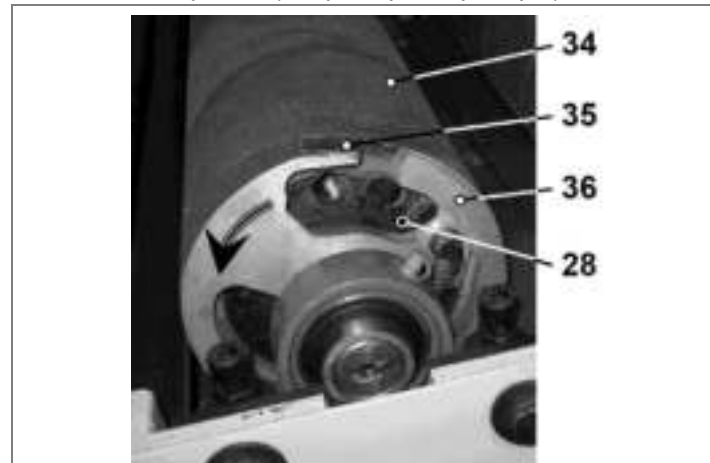

Рис. 11
10.3. Замена, установка и натяжение шлифовальной ленты (Рис. 11; 12)
10.3.6. Для надёжного удержания конец шлифовальной ленты (34) загните, установите и закрепите клипсом (35). Длину подгиба определите по снятой шлифовальной ленте. Как показано на Рис.11, удерживая барабан (28) и преодолевая усилие пружины, поверните фланец (36) в направлении стрелки. Удерживая смещение фланца (36) относительно барабана (28), аккуратно по спирали, виток к витку без перехлёстов и пропусков, укладывайте шлифовальную ленту (34). При укладке шлифовальную ленту (34) плотно прижимайте к барабану (28). После выполнения 2-3 витков, при условии плотного прижимания шлифовальной ленты (34) к барабану (28) и удерживая барабан (28) от раскручивания - можно прекратить удерживать фланец (36).